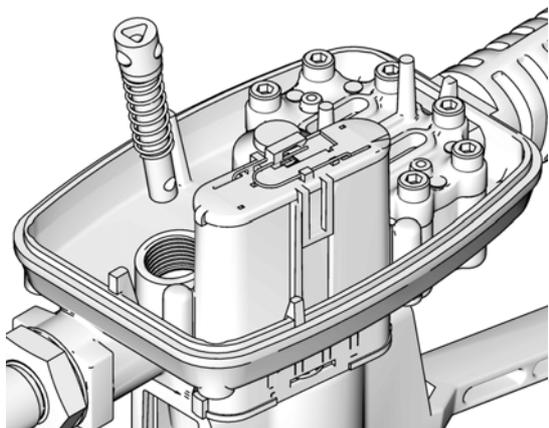

FIG. 43
3. Introduire l'ensemble de la tige de déclenchement dans l'ouverture dans le boîtier du compteur (FIG. 43).